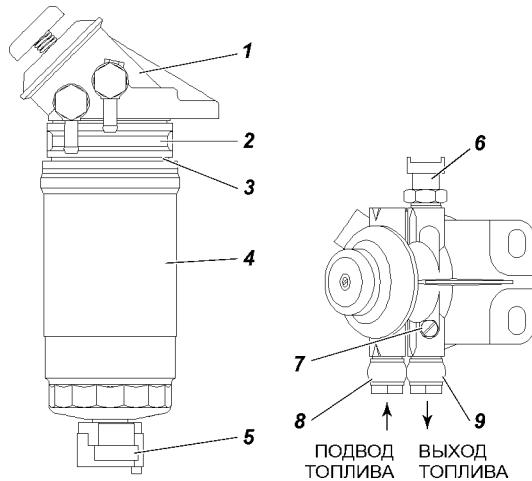

Рис. 9.17. Фильтр тонкой очистки топлива с подкачивающим насосом:
**Фильтр тонкой очистки топлива** с ручным подкачивающим насосом и датчиком наличия воды в топливе(BOSCH, A 450 085 624) показан на рис. 9.17.